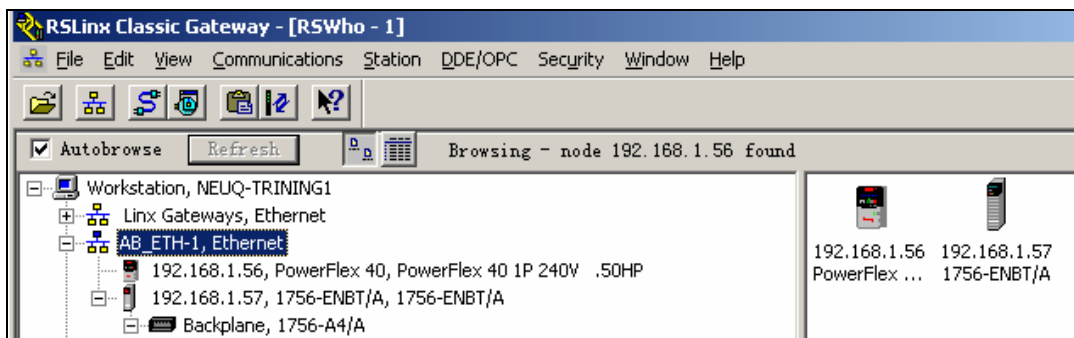

图 3-17 新组建的 Ethernet 网络
9. 单击 Close 回到 RSLinx 初始界面，单击 Communications->RSWho，现在工作区左侧列表中多了 AB_ETH-1 网络图标，选中右上角 Autobrowse 或单击 Refresh，如果驱动组态正常，单击该网络图标，会出现所配置好的设备的图标，如图 3-17 所示。